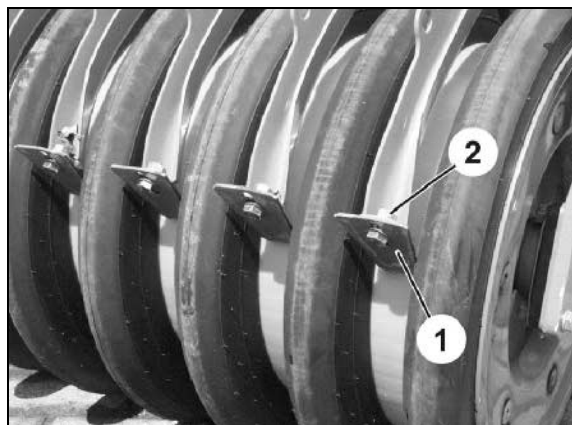

Fig. 35
Afskraberne er (Fig. 35/1) indstillet fra fabrikken. Hvis indstillingen skal tilpasses til arbejdsbetingelserne:
1. Løsn skrueforbindelserne (Fig. 35/2).